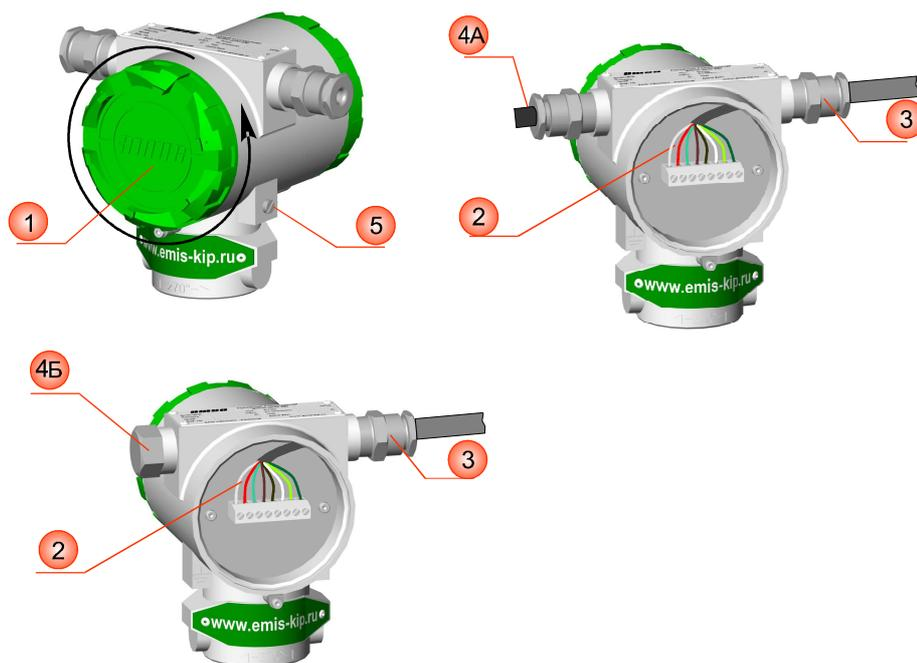

Рисунок 2.12 - Общие правила выполнения электрических подключений счетчика
2.4.1 Общие правила Выполнение электрических подключений производится в следующей последовательности (см. **рисунок 2.12**):